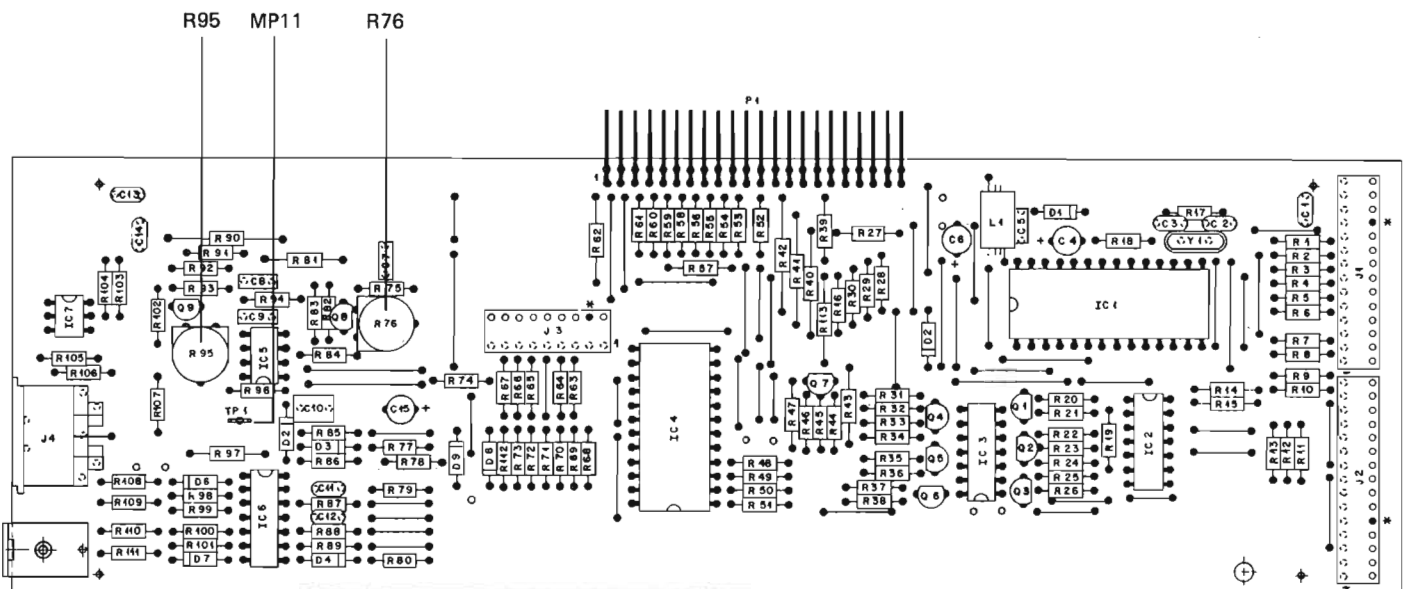

Fig. 4.7
- Pressez la touche de station 12 (97,925 MHz) et ajustez la tension au voltmètre à 1,8V +/-10 mV avec R95 (1.726.780, fig.4.7).
- Appliquez 17mV de fem. à 98,0 MHz sur l'entrée antenne avec l'émetteur et ajustez l'indication d'intensité du signal sur 90dBf (0dBf = 0,274uV) avec R76 (1.726.780, fig. 4.7).